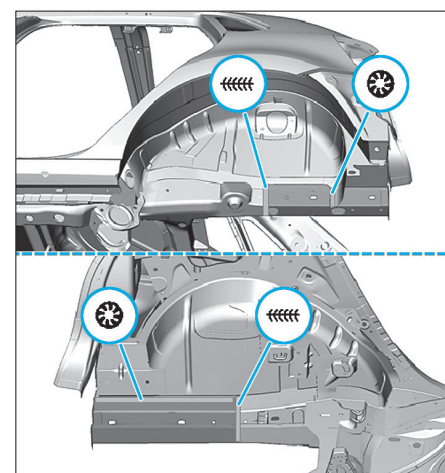

FIG. 132
- Souder le longeron arrière (Fig.132).